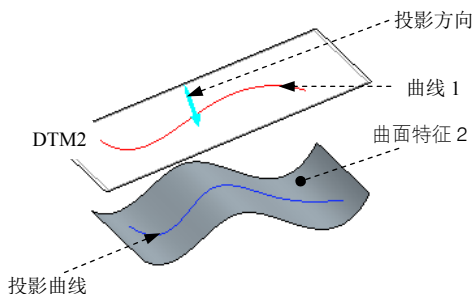

图 8.3.17 通过投影创建基准曲线
如图 8.3.17 所示，现需要将 DTM1 基准平面上的草绘曲线 1 投影到曲面特征 2 上，产生投影曲线，操作步骤如下：
Step2. 在图 8.3.17 所示的模型中, 选择草绘曲线 1。
Step4. 选择曲面特征 2, 系统立即创建图 8.3.17 所示的投影曲线。